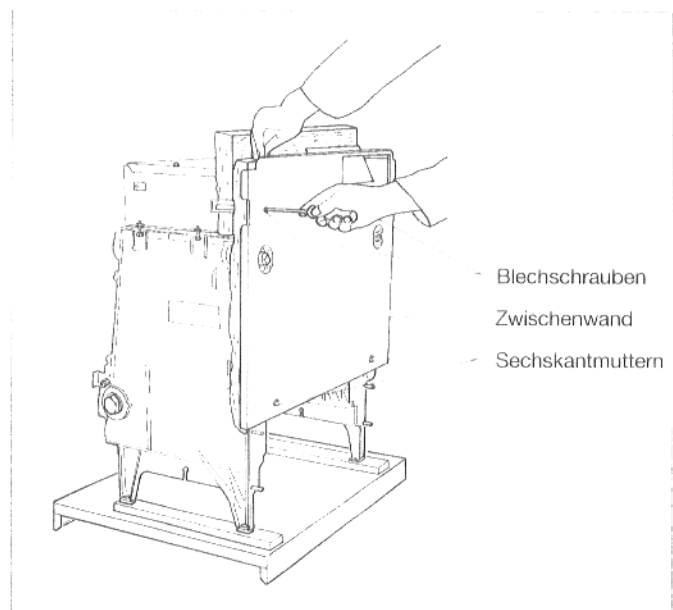

Abb. 19
- Zwischenwand mit Scheiben und Sechskantmuttern an den Gewindestiften anschrauben (Abb. 19).
- Zwischenwand mit zwei Blehschrauben an den Zwischenwandkonsolen anschrauben (Abb. 19).